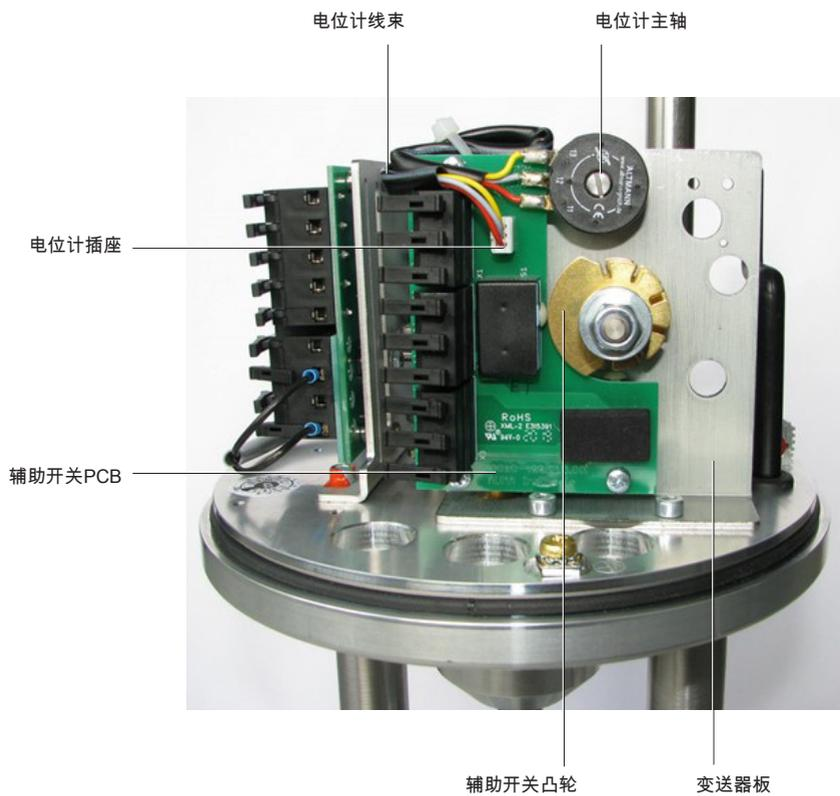

图12. 电位计安装和调整 (1-6 kN)
- 关于产品组装定位，请参考图12《电位计安装和调整（1 - 6 kN）》
- 按照图12《电位计安装和调整（1-6 kN）》所示，将线束连接至电位计插座